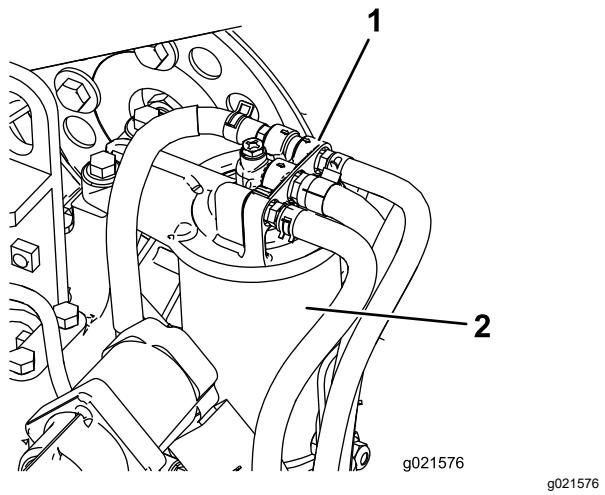

Bild 77
1. Reinigen Sie den Bereich um den Kraftstofffilterkopf (Bild 77).
2. Entfernen Sie den Filter und reinigen die Kontaktfläche (Bild 77).